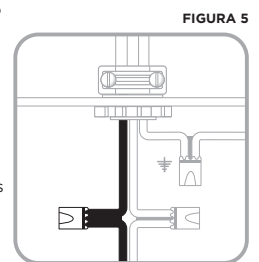

FIGURA 5
15. Conecte el cable vivo (negro) de alimentación de CA al cable vivo (negro) del aparato. Fije la conexión con los empalmes de cable provistos (ver Figura 5). Jale los cables para verificar que estén ajustados.
16. Conecte el cable neutral (blanco) de alimentación de CA al cable neutral (blanco) del aparato. Fije la conexión con los conectores a presión provistos (ver Figura 5). Jale los cables para verificar que estén ajustados.
17. Conecte el cable a tierra (verde o cobre) de alimentación de CA al cable a tierra (verde o cobre) del aparato. Fije la conexión con los conectores a presión provistos (ver Figura 5). Jale los cables para verificar que estén ajustados. Si su sistema eléctrico no tiene un cable de puesta a tierra, consulte a un electricista profesional antes de instalar el aparato.